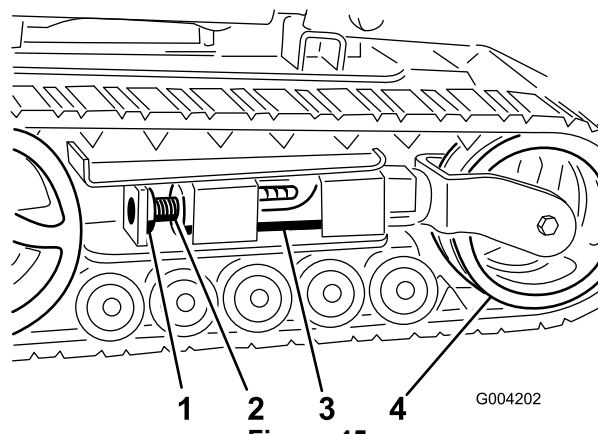
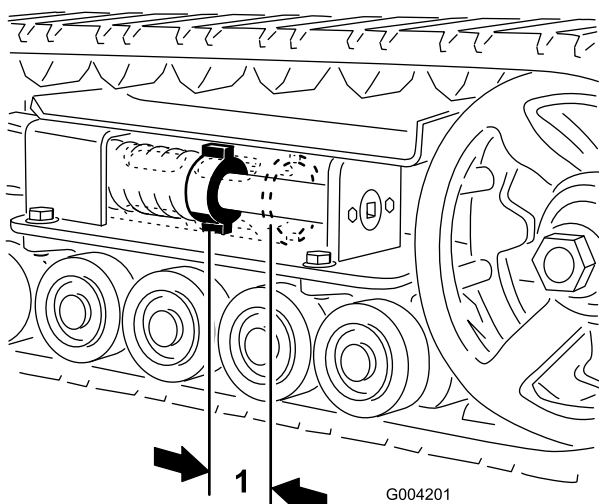
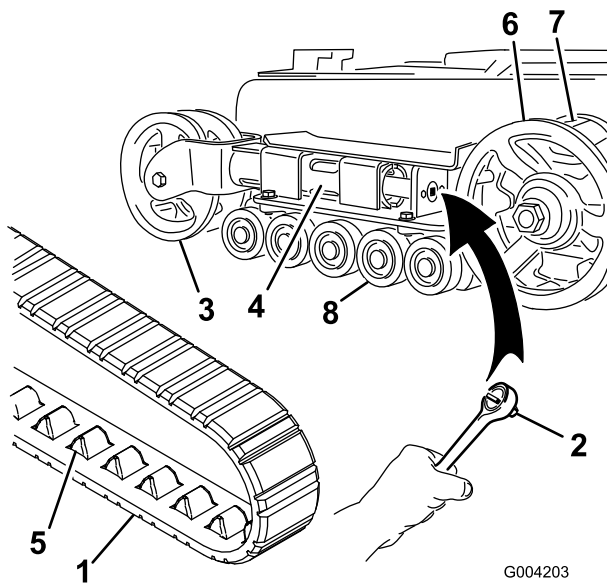
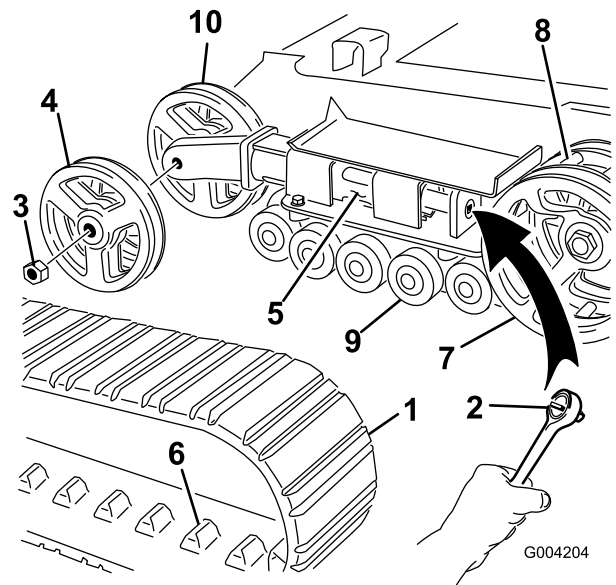

Figure 45
Figure 44
Figure 46
Figure 47
L'écrou de tension et l'arrière du tube de tension doivent être distants de 7 cm (Figure 44). Si ce n'est pas le cas, réglez la tension des chenilles comme suit :
3. Enlevez le boulon et l'écrou de blocage (Figure 45).
4. À l'aide d'un entraînement carré de 13 mm (1/2"), (Figure 46), tournez la vis de tension dans le sens antihoraire jusqu'à obtention d'un espacement de 7 cm entre l'écrou de tension et l'arrière du tube de tension (Figure 44).
5. Alignez l'encoche la plus proche dans la vis de tension avec le trou du boulon de blocage et fixez la vis avec le boulon et l'écrou de blocage (Figure 45).
4. À l'aide d'un entraînement carré de 13 mm (1/2"), tournez la vis de tension dans le sens horaire pour détendre la transmission (Figure 45 et Figure 46).
4. À l'aide d'un entraînement carré de 13 mm (1/2"), tournez la vis de tension dans le sens horaire pour détendre la transmission (Figure 45 et Figure 47).
5. Poussez la roue de tension vers l'arrière de la machine pour appuyer le tube de fourche contre le châssis (Figure 46). (S'il ne touche pas le châssis, continuez de tourner la vis de tension jusqu'à ce qu'il le touche).
7. Lorsque la chenille est déchaussée, retirez-la du barbotin et des galets de roulement (Figure 46).
8. Pour installer la chenille neuve, commencez par l'enrouler autour du barbotin, en veillant à ce que les crampons s'engagent correctement entre les entretoises du barbotin (Figure 46).
9. Poussez la chenille sous et entre les galets de roulement (Figure 46).
11. Tournez la vis de tension dans le sens antihoraire, de manière à obtenir un écartement de 7 cm entre l'écrou de tension et l'arrière du tube de fourche (Figure 44).
5. Poussez la roue de tension vers l'arrière de la machine pour appuyer le tube de tension contre le châssis (Figure 47). (S'il ne touche pas le châssis, continuez de tourner la vis de tension jusqu'à ce qu'il le touche).
6. Retirez l'écrou de fixation de la roue de tension extérieure et déposez la roue (Figure 47).
7. Déposez la chenille (Figure 47).
8. Retirez l'écrou de fixation de la roue de tension intérieure et déposez la roue (Figure 47).
12. Posez la roue de tension intérieure et fixez-la avec l'écrou retiré précédemment (Figure 47).
14. Posez la chenille neuve en prenant soin que les crampons s'engagent entre les entretoises au centre du barbotin (Figure 47).
15. Posez la roue de tension extérieure et fixez-la avec l'écrou retiré précédemment (Figure 47).
17. Tournez la vis de tension dans le sens anti-horaire, de manière à obtenir un écartement de 7 cm entre l'écrou de tension et l'arrière du tube de tension (Figure 44).